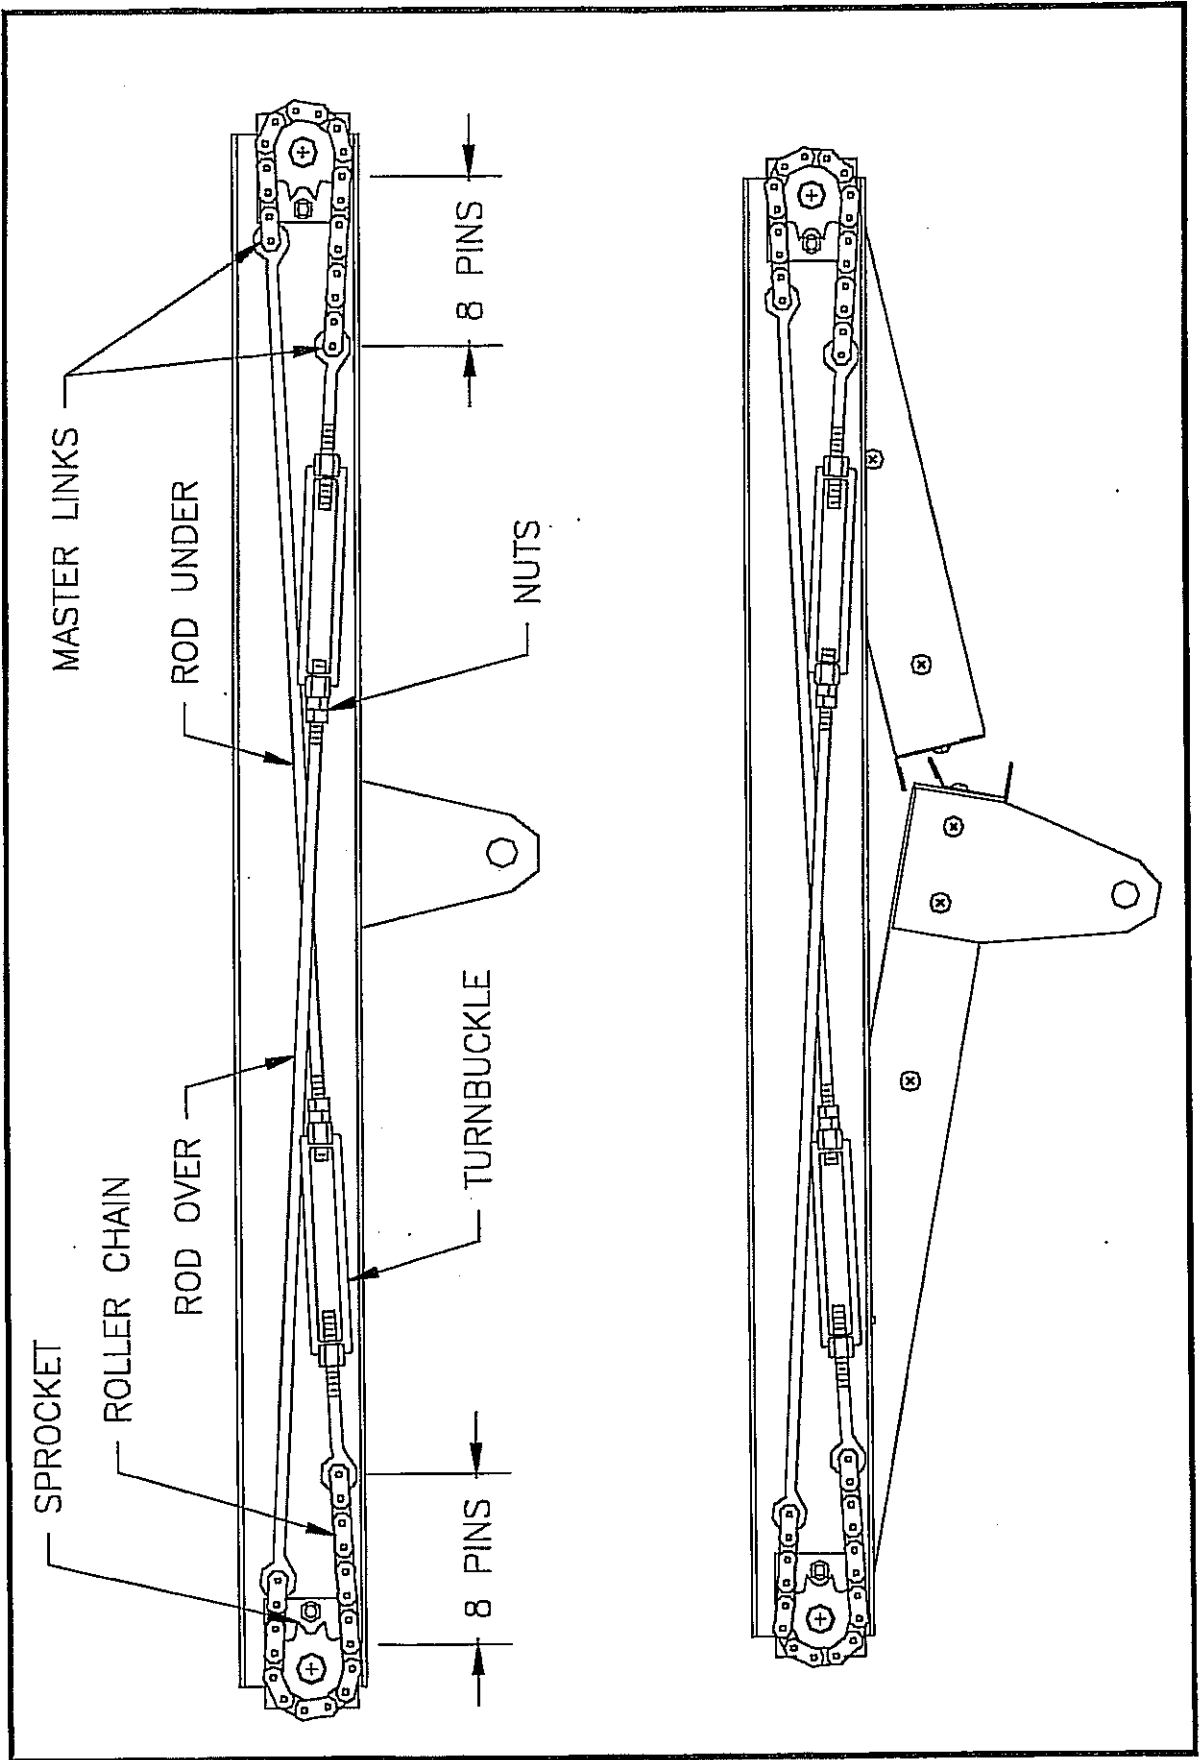

FIGURE 1: DOOR CHAIN/TURNBUCKLE ASSEMBLY
5. PLACE THE CHAINS AROUND THE SPROCKETS WITH THE LONG ROD TO THE REAR AND THE SHORT ROD TO THE FRONT. THERE SHOULD BE SEVEN (7) PINS ON THE FRONT SIDE OF EACH SPROCKET (*THE EIGHTH PIN ON EACH SIDE SHOULD JUST TOUCH THE SPROCKET.*) (SEE FIGURE 1 - page 4)
6. STARTING WITH THE LEFT TURNBUCKLE AND RIGHT LONG ROD, INSTALL EACH LONG ROD INTO THE OPPOSITE TURNBUCKLE (SEE FIGURE 1- *See page 4*).
8. OPEN THE DOORS APPROXIMATELY ½ INCH. ADJUST THE TURNBUCKLES SO THE RIGHT DOOR CLOSES ABOUT ¼ TO ½ INCH AHEAD OF THE LEFT DOOR (SEE FIGURE 1). **THE DOORS SHOULD OPERATE FREELY!**